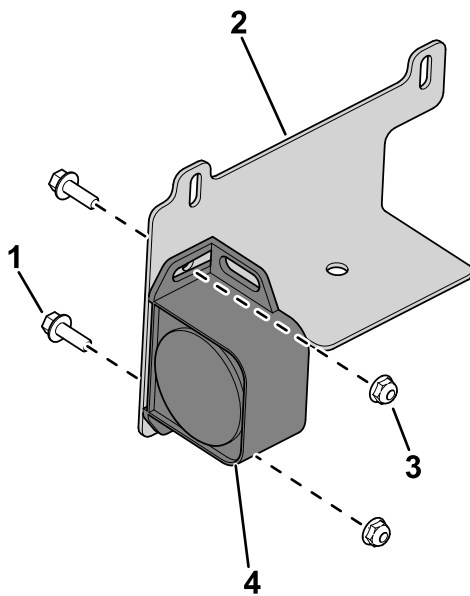

Figure 1
1. Fixez l'alarme sur le support à l'aide des boulons et des écrous (Figure 1).